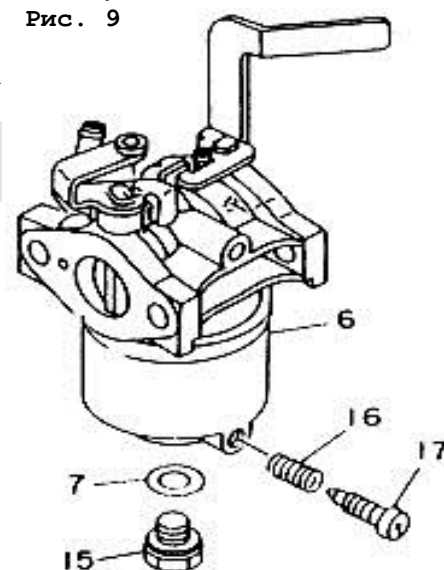

Рис. 9
9.7.3. Слить топливо из поплавковой камеры карбюратора, вывинтив пробку поз. 17 (рис. 9). После слива установить пробку поз. 17 на место и затянуть.